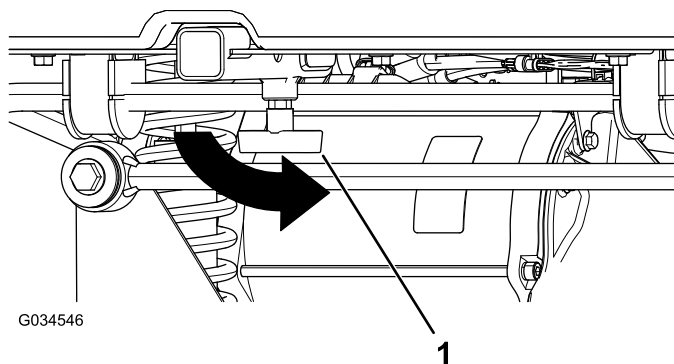

Figura 16
4. Serrate la maniglia a T ruotandola in senso antiorario (Figura 16).